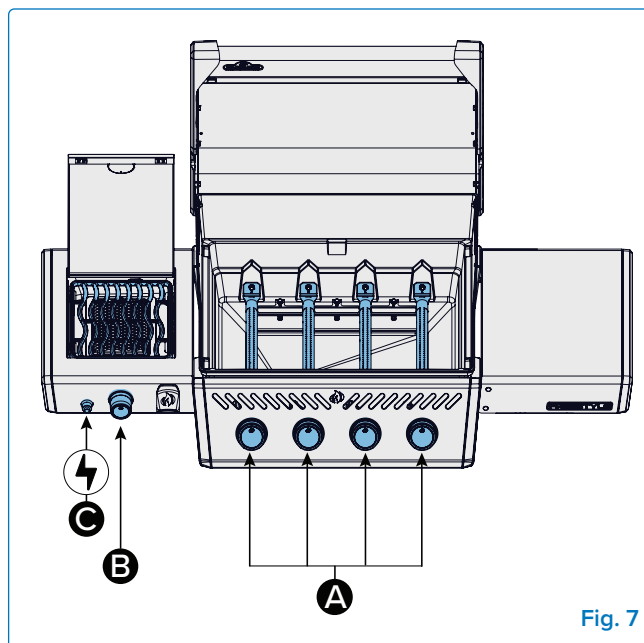
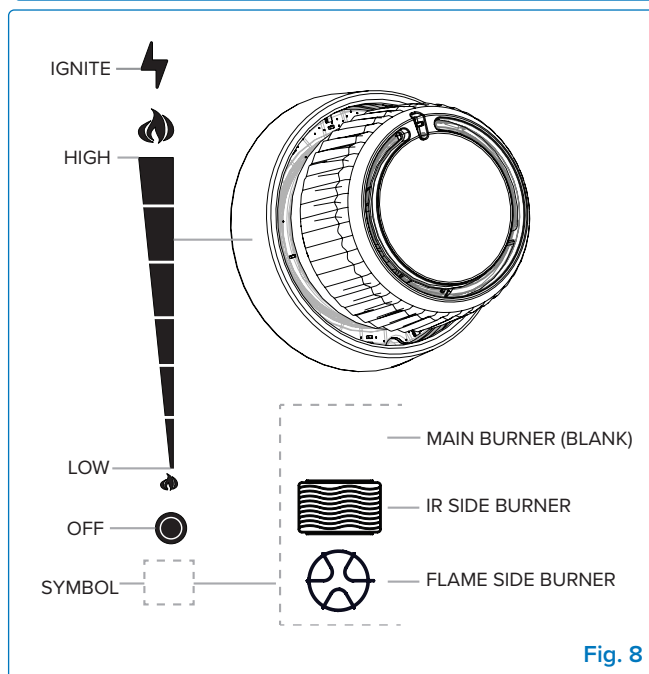

Fig. 7
Fig. 8
1. Ouvrez le couvercle du barbecue (**Fig. 7**).
2. Appuyez et tournez lentement n'importe quel bouton du brûleur principal dans le sens antihoraire jusqu'à la position HAUTE jusqu'à ce que la veilleuse s'allume. Continuez à appuyer sur le bouton de commande jusqu'à ce que le brûleur s'allume, puis relâchez-le (**Fig. 7-A, Fig. 8**).
2. Appuyez sur le bouton du brûleur latéral et tournez-le lentement dans le sens inverse des aiguilles d'une montre jusqu'à la position HIGH (HIGH) jusqu'à ce que l'étincelle allume le brûleur **(Fig. 7-B, Fig. 8).**
2. Appuyez sur le bouton du brûleur latéral et tournez-le lentement dans le sens inverse des aiguilles d'une montre jusqu'à la position HIGH **(Fig. 7-B, Fig. 8).**
3. Appuyez sur le bouton d'allumage et maintenez-le enfoncé jusqu'à ce que le brûleur s'allume, ou allumez-le à l'aide d'une allumette **(Fig. 7-C)**